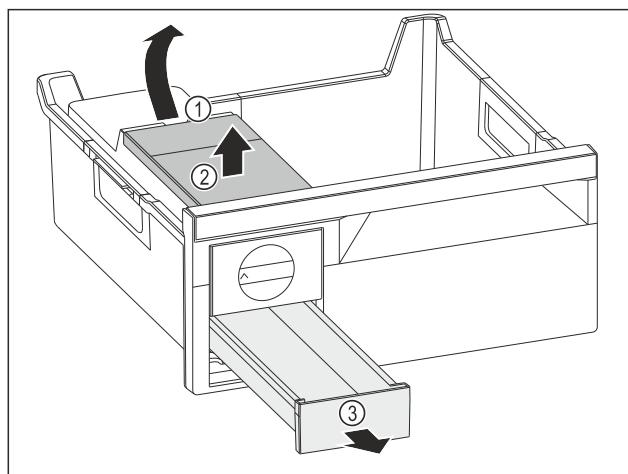

Fig. 211
- Извлеките бак для воды: Поднимите бак для воды за выемку Fig. 211 (1).
- Извлеките бак для воды Fig. 211 (2) движением вверх.
- Извлеките выдвижной ящик для кубиков льда Fig. 211 (3) движением вперед.